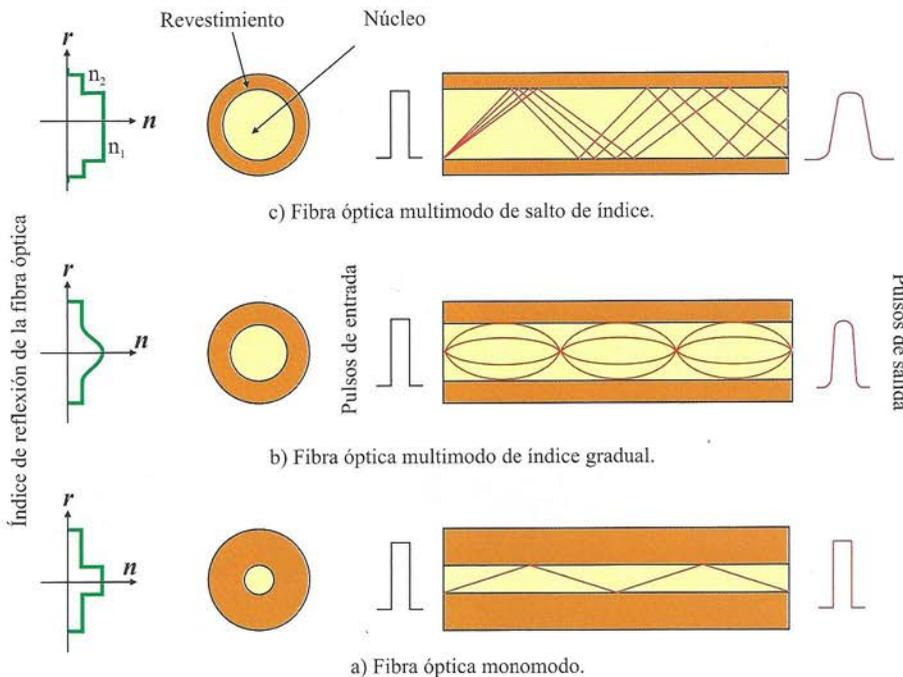

Figura 6.67. Tipos de fibra óptica y principio de funcionamiento
Además, de la fibra óptica multimodo existen dos tipos diferentes, en función del índice de reflexión de su núcleo. El principio de funcionamiento de estos tipos de fibra óptica se resume en la Figura 6.67.
La **fibra monomodo** ofrece la mayor capacidad de transporte de información, aunque debido a sus dimensiones su instalación es más complicada. El diámetro del núcleo de estas fibras es muy pequeño, del mismo orden que la longitud de onda de las señales ópticas que transmiten (1 a 10  $\mu\text{m}$ ), facilitando la propagación de la señal por una trayectoria que sigue longitudinalmente el eje de la fibra, por lo que recibe el nombre de fibra monomodo, ya que el camino de propagación del haz luminoso es único (Figura 6.67.a).
- **Índice gradual:** la variación entre los índices de refracción del núcleo y el revestimiento o cubierta de la fibra no es discontinua, sino que varía de manera gradual (Figura 6.67.b). Esto permite que los rayos de luz viajen a diferente velocidad.
- **Salto de índice:** existe una discontinuidad entre los índices de refracción del núcleo y el revestimiento o cubierta de la fibra (Figura 6.67.c). El núcleo está constituido por un material uniforme cuyo índice de refracción es claramente superior al de la cubierta que lo rodea.